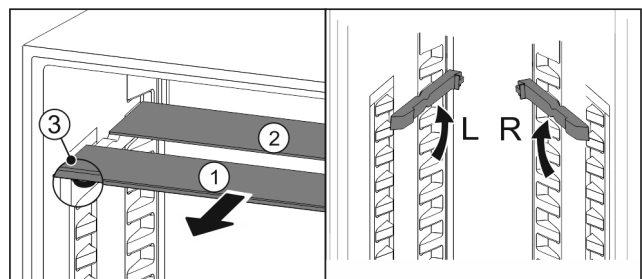

Fig. 134
- ▶ По одной извлеките Fig. 134 (1) стеклянные панели движением вперед.
- ▷ Стеклянная панель Fig. 134 (1) с декоративной планкой лежит спереди.
- ▷ Стопоры Fig. 134 (3) показывают вниз.